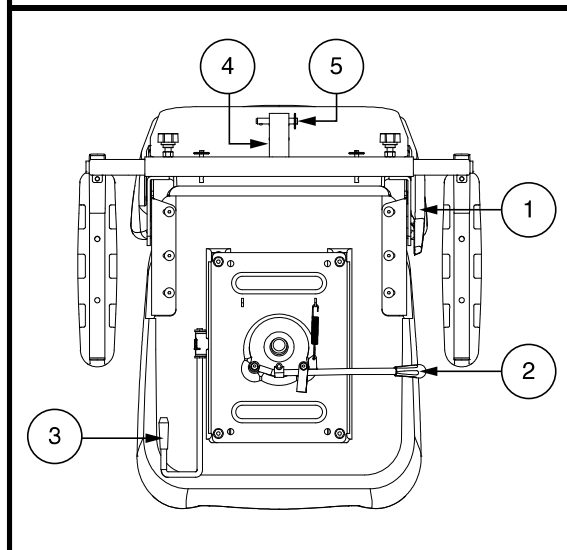

Abb. 22. Sitzeinstellungen – Stil B
Um die verstellbare Rückenlehne einzustellen, befolgen Sie diese Schritte. **Siehe Abb. 22.**
1. Drehen Sie den Hebel zur Verstellung der Sitzposition nach aussen. **Siehe Abb. 22.**
Der Armlehnenwinkel Ihres Elektromobils kann nach oben oder nach unten verstellt werden. **Siehe Abb. 22.**
Die Zuberhörhalterung am Heck ermöglicht es Ihnen, persönliche Zubehörkomponenten wie Korb, Gehhilfe oder Sauerstofftank hinter dem Elektromobil anzubringen. Verwenden Sie den Sicherungsstift, um das Zuberörteil sicher an der Halterung zu befestigen. **Siehe Abb. 22.** Für weitere Informationen wenden Sie sich an Ihren Vertragshändler.